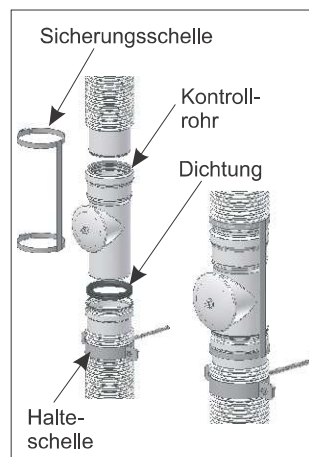

Bild 7
4. Schieben Sie die Sicherungsschelle über die Dichtungssicke und befestigen Sie diese darunter (Bild 7).